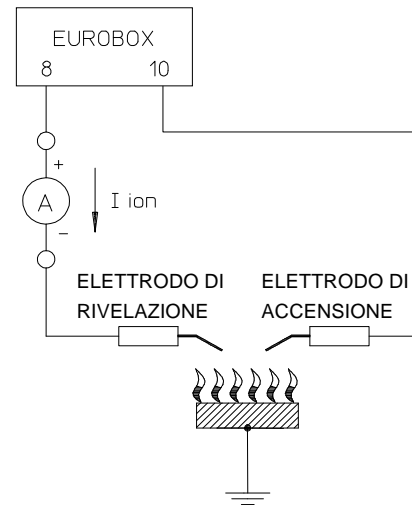

Fig.6
- il livello del segnale di fiamma sia sufficientemente elevato (vedere la Fig.6 per l'esecuzione della misura);